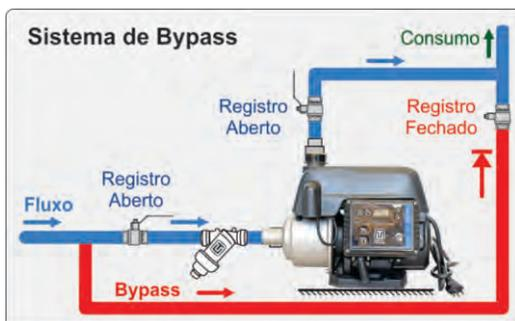

Figura 1 - Instalação em sistema de Bypass
6.9 Instale o pressurizador em sistema de Bypass conforme mostrado na figura 1.